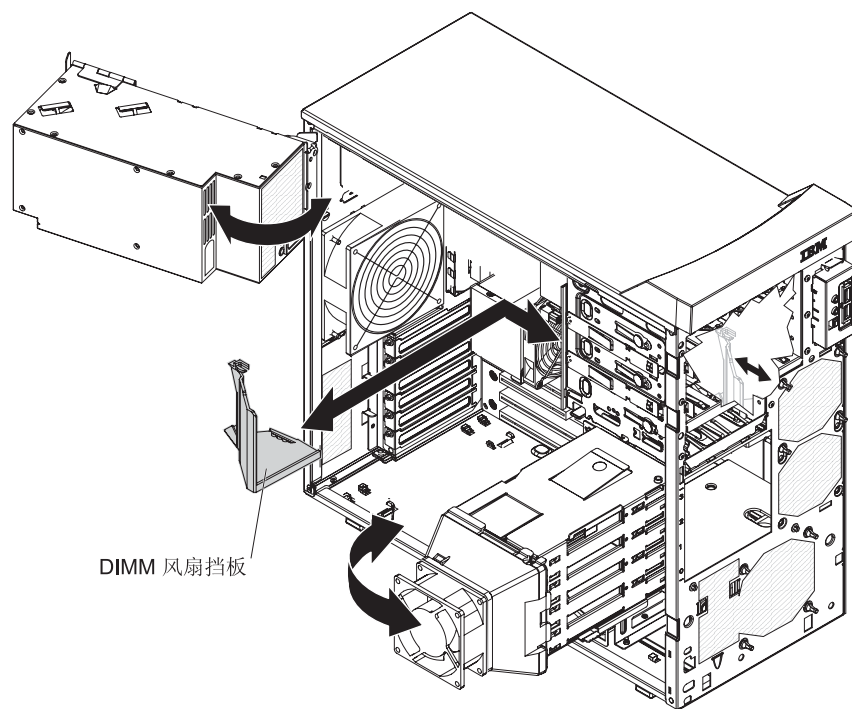

图 50. 卸下 DIMM 风扇挡板
8. 在机架内，握住 DIMM 风扇挡板并将它从机架中拉出（请参阅图 50）。